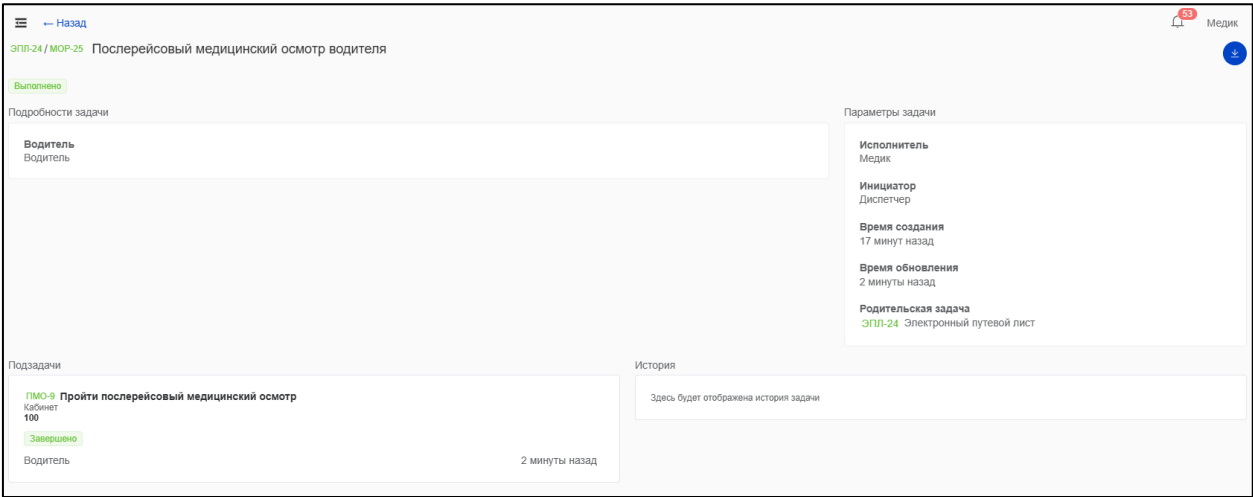

Рисунок 75 – Послерейсовый медосмотр водителя завершен
8) Послерейсовый медосмотр водителя завершен (Рисунок 75). Статус задачи перешел в статус «Выполнено».